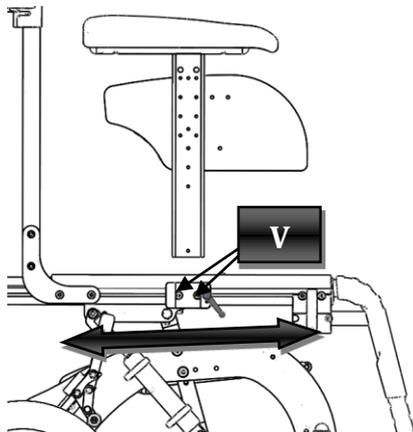

Figura 8
Para regular a profundidade do apoio de braços remova o apoio de braço conforme explicado no paragrafo 3.2.1. Depois afrouxe os parafusos (V) indicados na Figura 8 com uma chave para parafusos com sextavado interno (allen) de 4 mm; selecione a posição desejada e volte a apertar os parafusos. Para finalizar monte novamente o apoio de braço.